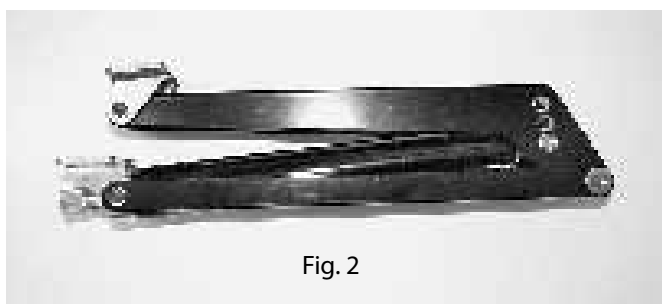

Fig. 2
- I Vers le bas le long de la paroi Voir fig.2+5